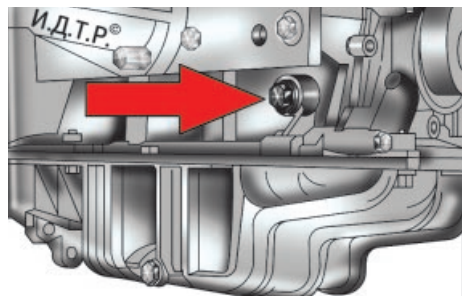

Рис. 5.19. Заглушка отверстия для установки фиксирующего стержня коленчатого вала
10. Выверните заглушку, расположенную в передней части блока цилиндров справа (рис. 5.19), и установите в открывшееся отверстие фиксирующий стержень до упора в колен-